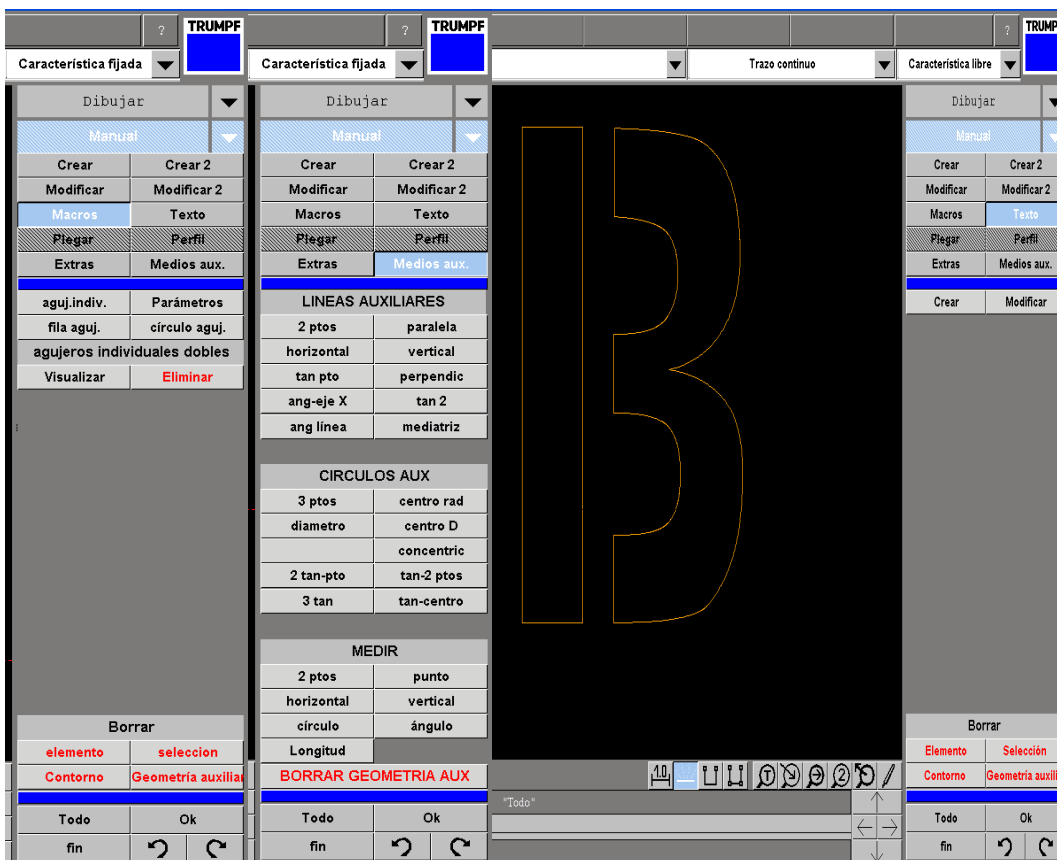

Figura 14.
4.5.1.1.6. Texto: en este apartado, se permite crear palabras o frases, con algunos de los formatos de letras que tiene Word, los cuáles se pueden granetear mediante un utillaje especial. También existen unos alfabetos creados específicamente para el vaciado de letras (dejando partes sin mecanizar para hacer de unión, como aparece en la figura 14).